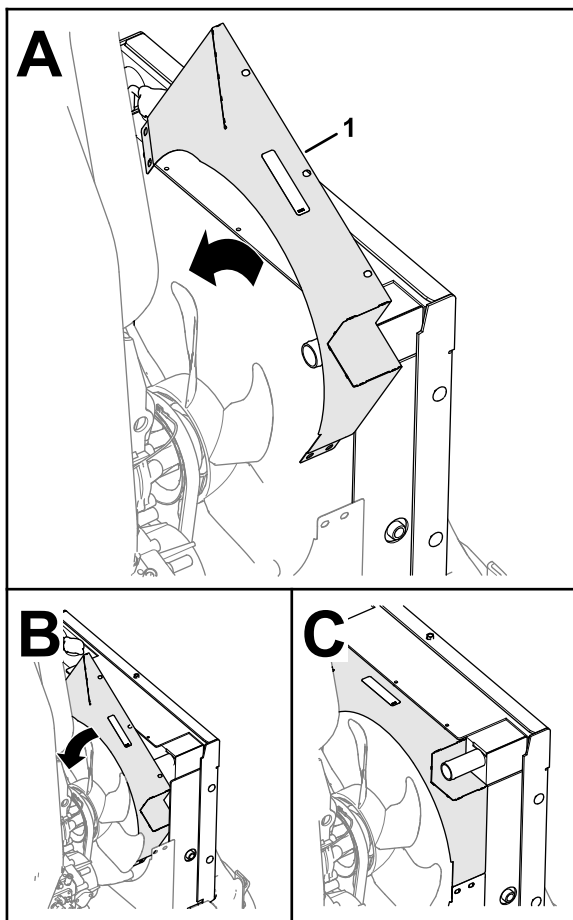

Рисунок 35
6. Разместите верхний кожух вентилятора на машине, как показано на Рисунок 35.